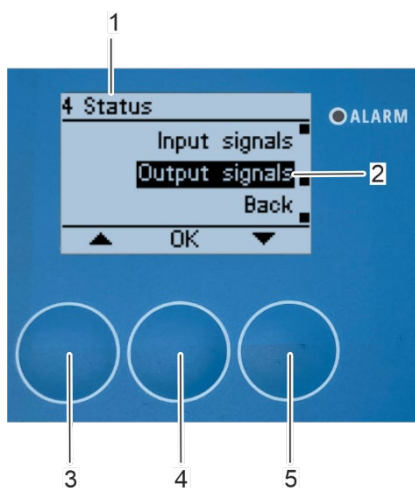

Figura 180: Submenú «4 Estado»
3. Pulse [Aceptar] (Figura 1795) para regresar al submenú «4 Estado» (Figura 180/1).
⇒ Aparecerá en pantalla el submenú «4 Estado» (Figura 180/1).